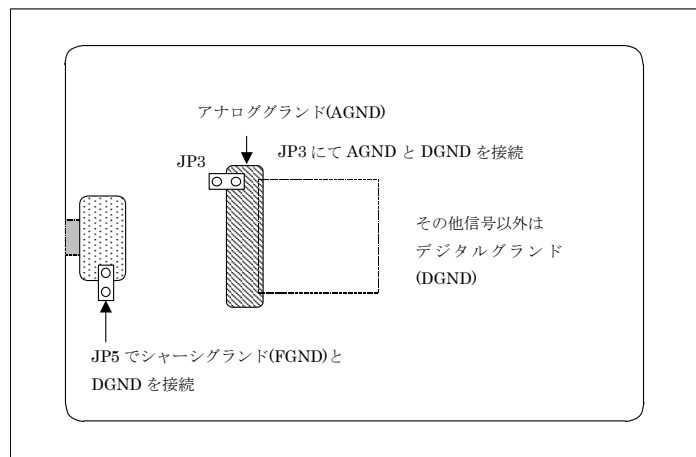

図2 M3A-0037 4層目
- 電源・グラウンドは広い面で確実に接続してください。PLL GND、BIAS GND、AFEAGND は十分な面積をもった面で接続してください。6 ページ図 2. のアナロググラウンド(AGND)を参照ください。
- ・ アナロググランド (AGND) は第 4 層に配置しています。次ページ図 2. を参照ください。